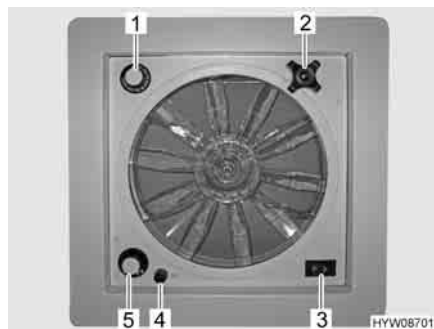

Fig. 58 Oblò con ventilatore
- ▷ Un fusibile da 4 A (Fig. 58,4) protegge da sovraccarico il motore del ventilatore. Se si verifica un sovraccarico: Individuare per prima cosa la causa (ad es. il ventilatore è sporco), poi sostituire il fusibile.
Apertura oblò: ■ Ruotare la maniglia girevole (Fig. 58,2), finché non si raggiunge l'angolo di apertura desiderato.
Aerazione/sfiato: ■ Portare l'interruttore a levetta (Fig. 58,3) su "Aerazione" (flusso d'aria dall'esterno verso l'interno) o "Sfiato" (flusso d'aria dall'interno verso l'esterno).
Spegnimento del ventilatore: ■ Portare l'interruttore a levetta (Fig. 58,3) sulla posizione centrale.
Impostazione della velocità del ventilatore: ■ Posizionare l'interruttore girevole (Fig. 58,5) sul grado desiderato:
Impostazione della temperatura: ■ Ruotare il termostato (Fig. 58,1) fino alla battuta in direzione "blu".